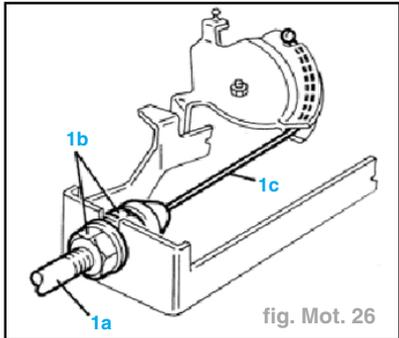

fig. Mot. 26
- En déplaçant vers l'avant ou l'arrière la semelle du flexible (1a), et en la bloquant avec les écrous (1b), régler le câble (1c) tout en s'assurant que, avec la pédale complètement relâchée (au repos), le papillon reste fermé (le câble tendu) et que, avec la pédale complètement enfoncée (fin de course) le papillon est complètement ouvert (câble tendu) (fig. Mot. 26).